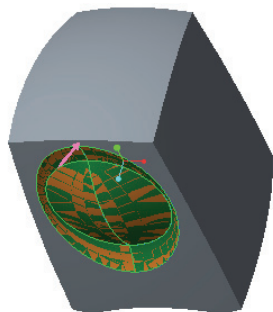

图 12-109 调整模型中的箭头方向
2) “实体化”选项卡中的（曲面片替换）按钮被选中，单击（更改刀具操作方向）按钮使模型中的箭头方向如图 12-109 所示。